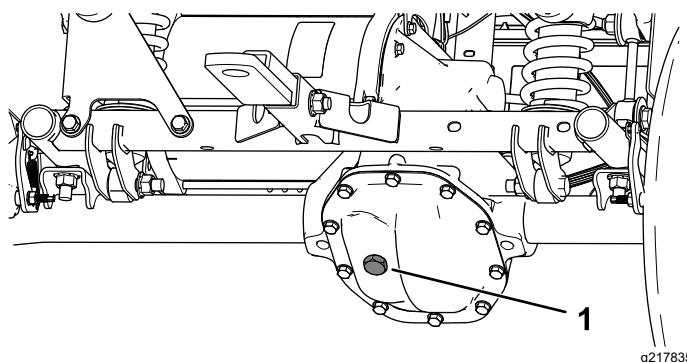

Figure 50
4. Enlevez le bouchon de remplissage de la boîte-pont (**Figure 50**).
5. Si le niveau de liquide est trop bas, enlevez le bouchon de remplissage et ajoutez le liquide spécifié jusqu'à ce qu'il ressorte par l'orifice (**Figure 50**).
4. Retirez le bouchon de remplissage de la boîte-pont et remplissez celle-ci avec le liquide spécifié jusqu'à ce qu'il ressorte par l'orifice de remplissage (Figure 50).